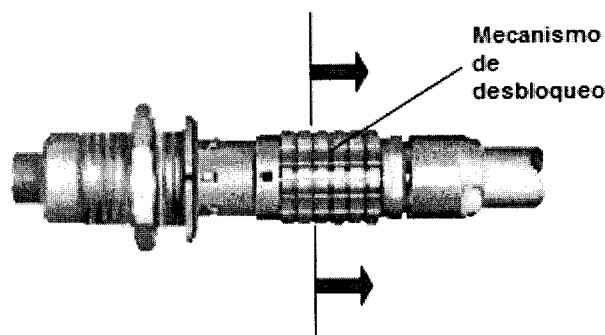

Fig. 2-6 Desconexión de la sonda.
**⚠ Advertencia:** Se requiere halar del mecanismo de desbloqueo en el enchufe (como se indica en la Fig. 2-6) para desbloquear la sonda. De lo contrario, tirar del cable u otra parte no desconectará y podrá dañar la sonda para escaneo de fibrosis.
Cuando desconecte la sonda se requiere que, hale el mecanismo de desbloqueo en la dirección indicada en la Fig. 2-6. Desbloquee el broche de seguro y desconecte el enchufe del enchufe de encaje.